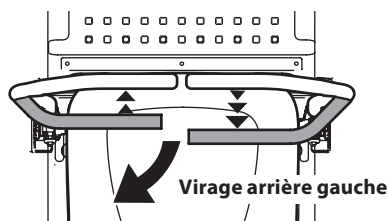

Figure 25
1. Pour faire demi-tour en marche arrière, déplacez le levier de contrôle droit en avant du levier de contrôle gauche (Figure 25).